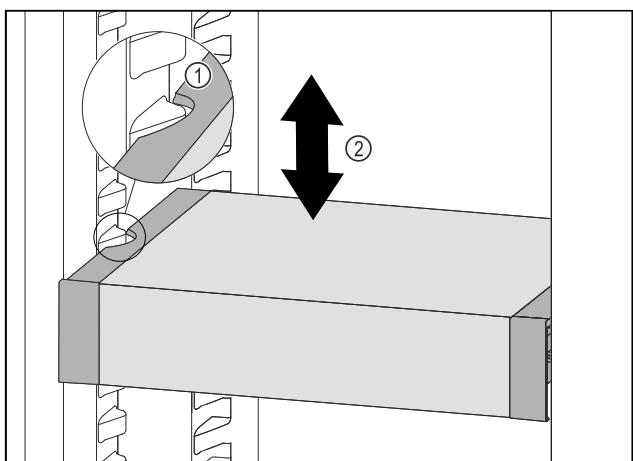

Fig. 63
- ▶ Predal VarioSafe povlecite v smeri naprej, dokler nista stranska izreza predala VarioSafe na višini nastavka za posodo v hladilniku. Fig. 63 (1)
- ▶ Predal VarioSafe premikajte v hladilniku gor ali dol, dokler ne dosežete želene višine. Fig. 63 (2)